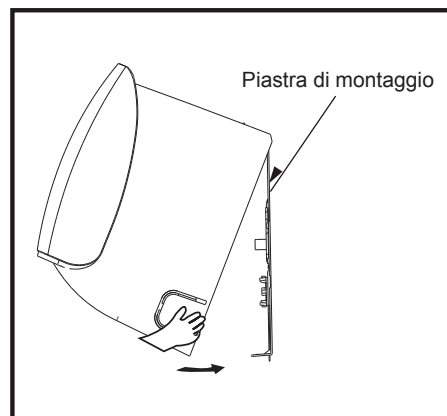

Fig. 7
- 1) Sospendere l'unità in una piastra di montaggio (Fig. 7).